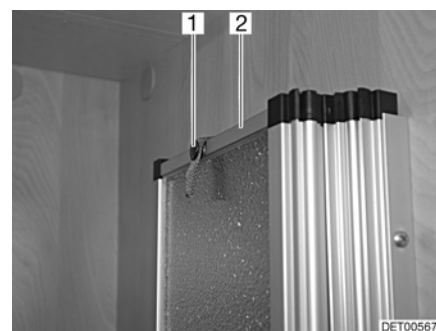

Fig. 113 Fixation, cloison de douche
- Détacher la sangle de retenue (Fig. 113,1) de la cloison de douche (Fig. 113,2) et ouvrir cette dernière.
- Plier la cloison de douche (Fig. 113,2) et la fixer avec la sangle de retenue (Fig. 113,1).